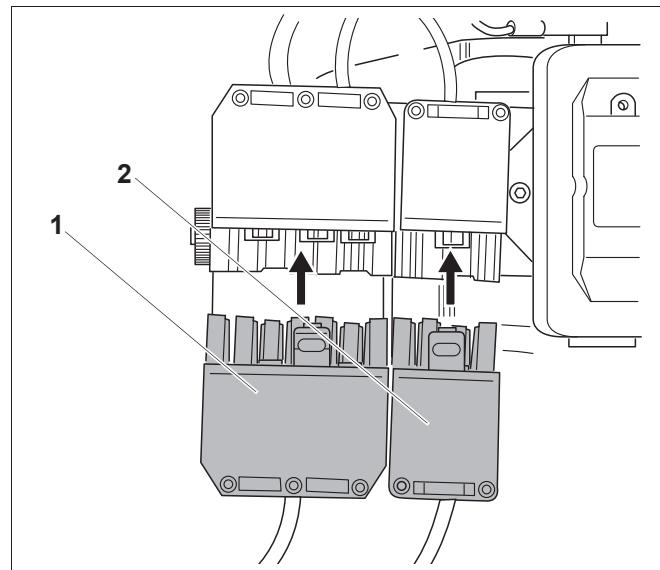

Рис. 13 Выполнение электрических подключений
- Выполните штекерное соединение системы управления с горелкой (рис. 13, **поз. 1 и 2**).